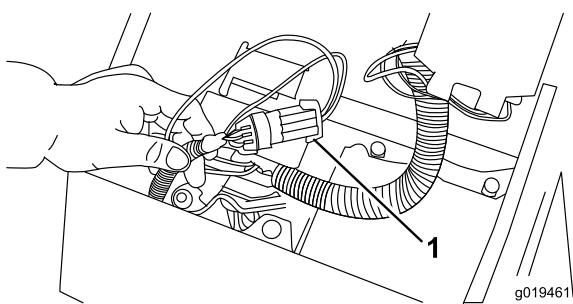

図 41
2. コントロールパネルのカバーを開ける。中に入っているワイヤハーネスとループバック・コネクタを見つける。ワイヤハーネスのコネクタからループバック・コネクタ図41を注意深く外す